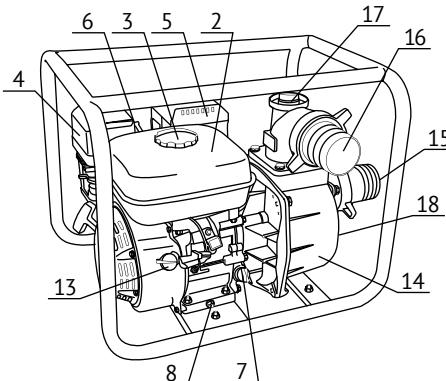

рис. 1
8. Откручив пробку отверстия 17 (см. рис. 1), при помощи воронки медленно заполните водой насос. Заливайте воду до тех пор, пока из заливного отверстия не потечет вода без пузырьков воздуха. Плотно заверните пробку заливного отверстия.